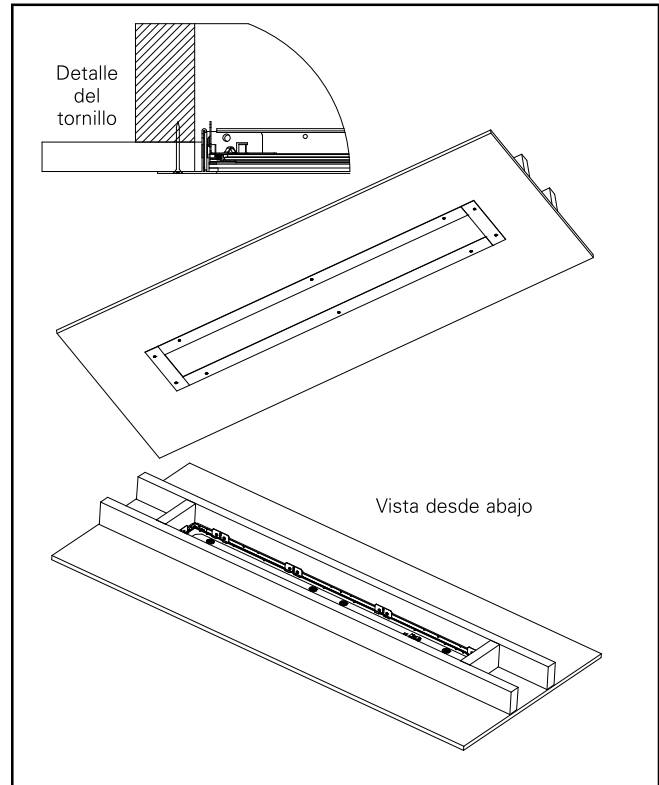

Figura 4
- Instalación final (Figura 4)